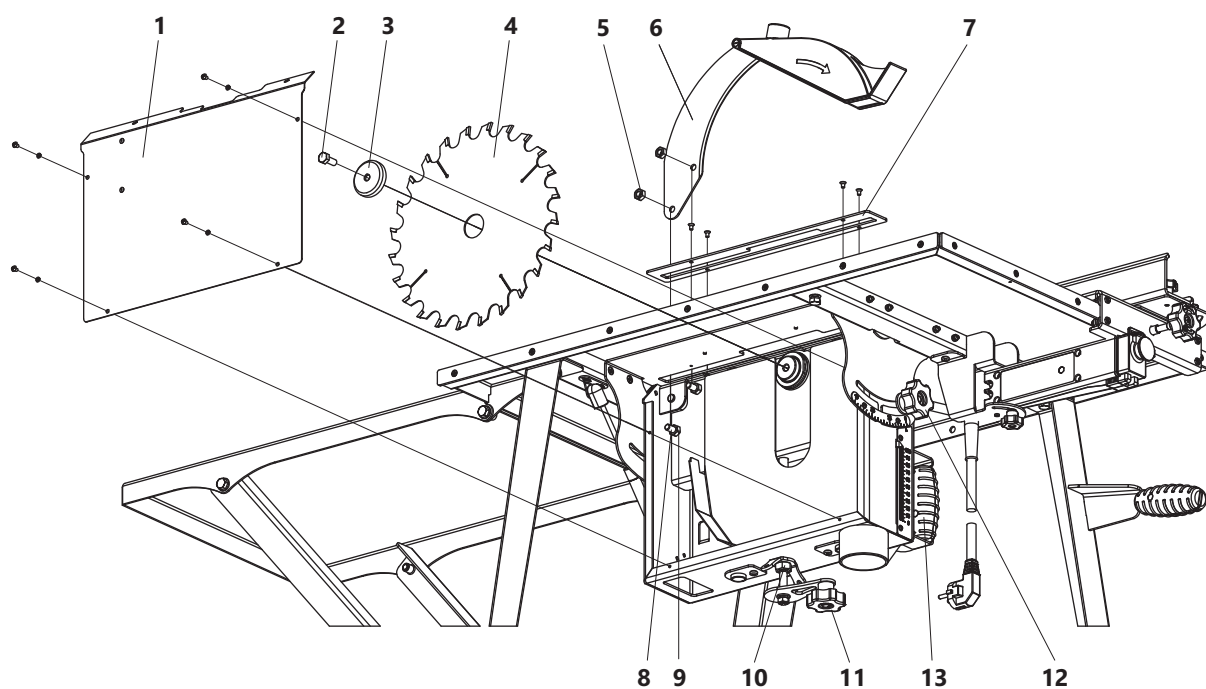

Рисунок 5. Установка пильного диска и раскливающего ножа с защитным кожухом
6.1.1 Установка пильного диска и раскливающего ножа с защитным кожухом (рис. 5)
7.1.2 Установка глубины пропила (рис. 5)
7.1.3 Установка угла наклона пильного диска (рис. 5)